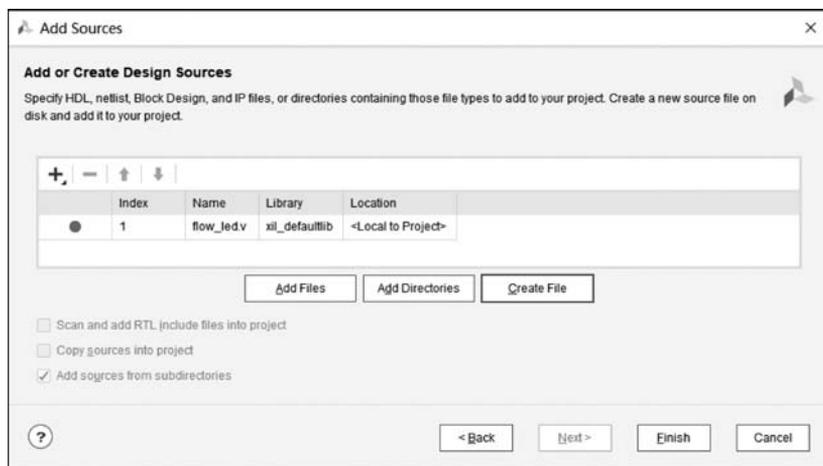

图 3.12 完成源文件创建
(4) 单击图 3.12 中的 Finish 按钮，完成源文件的创建。